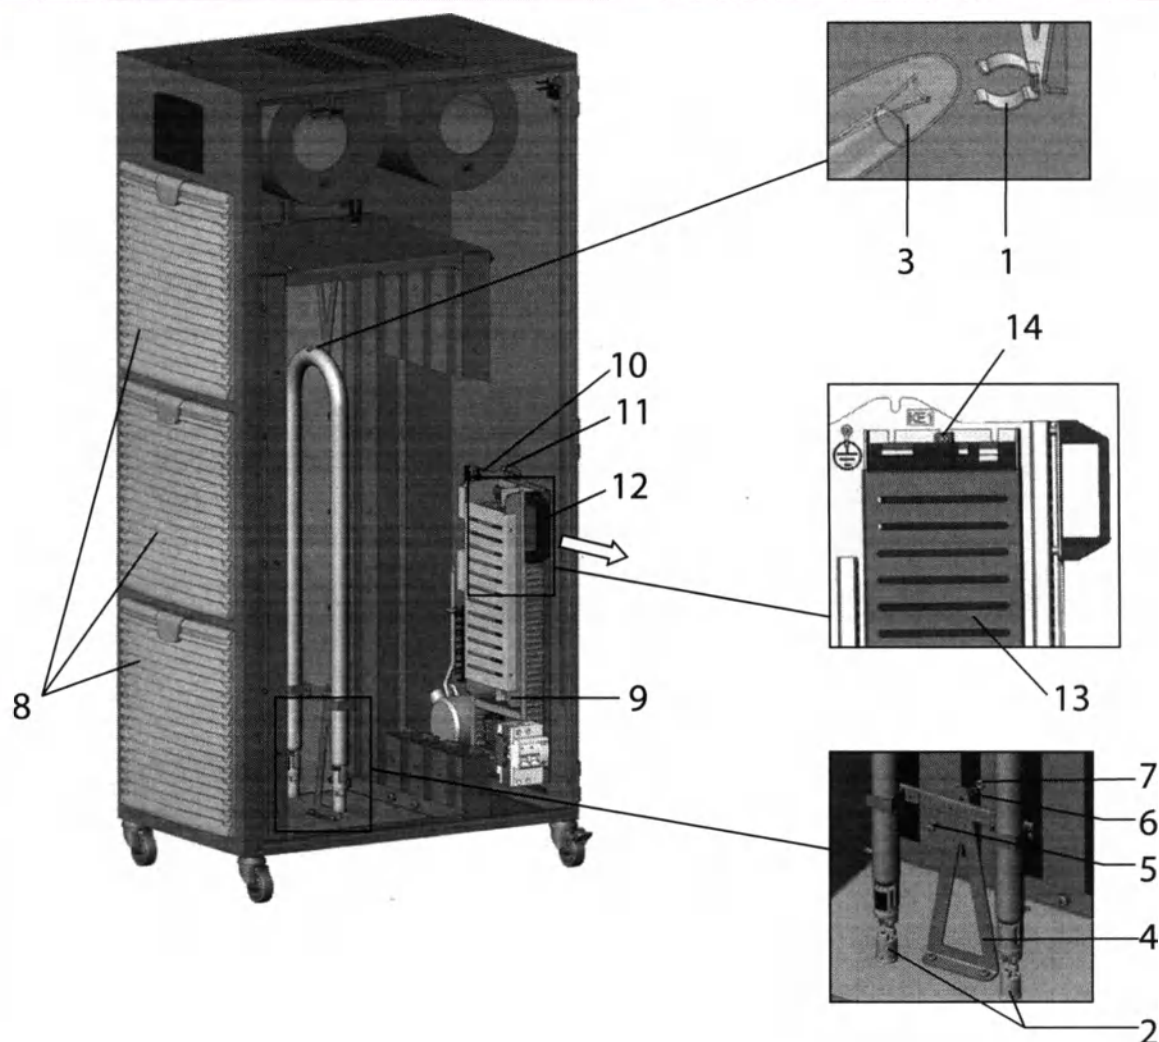

Рисунок 17.1 – Крепление УФ-лампы и УПЛА:
5. Открутить гайку 7 с шайбой 6 и вынуть винт 5 из кронштейна 4 и перемычки лампы 3 (см. Рисунок 17.1).
6. Отсоединить разъемы 2 от ультрафиолетовой лампы 3 (см. Рисунок 17.1).
7. Извлечь УФ-лампу 3 (см. Рисунок 17.1) из зажима 1.
8. Установить новую ультрафиолетовую лампу в зажим 1 (см. Рисунок 17.1).
2. Открыть одну из вентиляционных решёток 8 (см. Рисунок 17.1).
3. Открутить гайку-барашек 11 монтажной панели 10 (см. Рисунок 17.1). Аккуратно извлечь монтажную панель за ручку 12 из корпуса рециркулятора.
4. Открутить с двух сторон УПЛА гайки 14, снять защитную сетку 13 (см. Рисунок 17.1).
5. Отсоединить провода от клеммников УПЛА 9 (см. Рисунок 17.1).
6. Снять неисправный УПЛА 9 (см. Рисунок 17.1).
8. Произвести подключение проводов к клеммникам УПЛА 9 (см. Рисунок 17.1).
9. Установить защитную сетку 13, закрутить две гайки 14 (см. Рисунок 17.1).